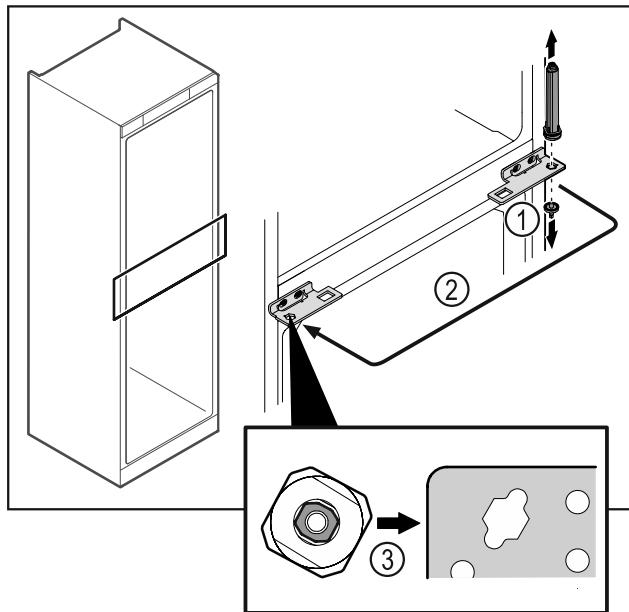

Fig. 51
- ▶ Dévisser l'axe de la charnière Fig. 51 (1).
- ▶ Changer le système de fermeture de la porte Fig. 51 (2) de côté.
- ▶ Lors de la mise en place, veiller à l'orientation correcte du système de fermeture de la porte Fig. 51 (3).